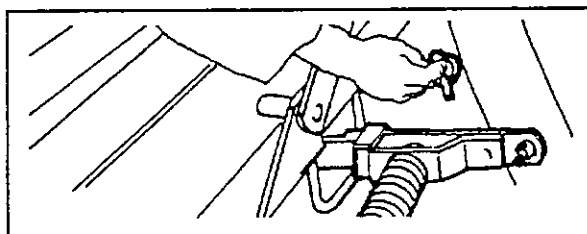

Bild 4-30
4. Arbeitsstrobe lösen (Bild 4-30).